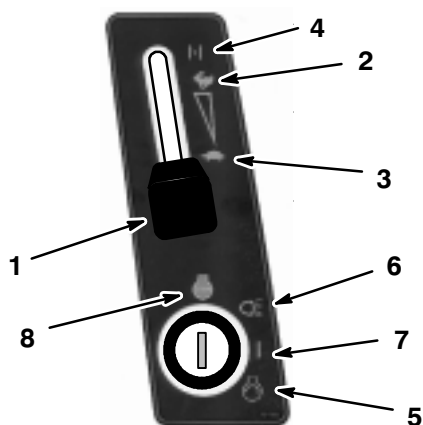

Abbildung 10
- Den Gashebel auf "SLOW" (langsam) stellen (Abb. 10).
- Den Zündschlüssel auf "OFF" drehen (Abb. 10).